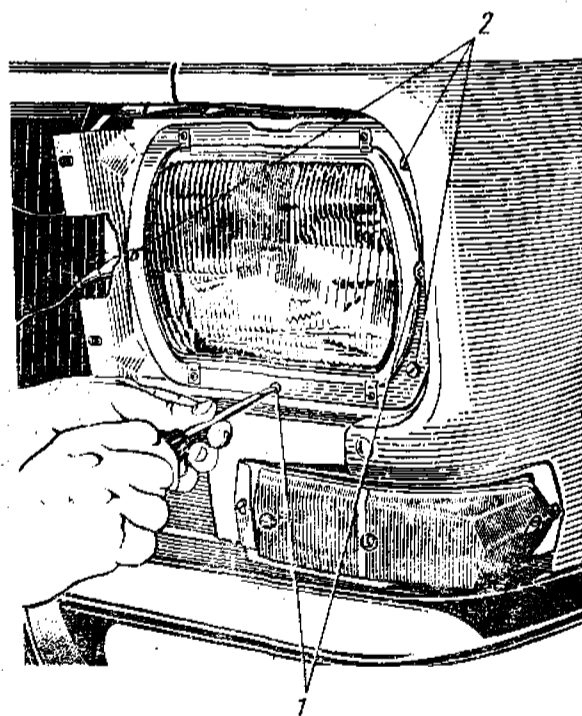
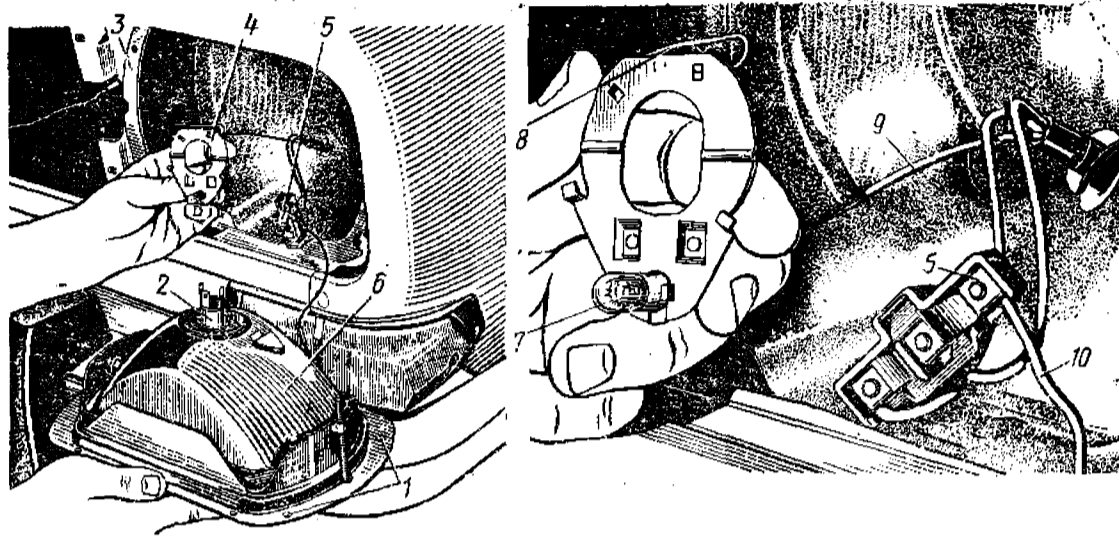

Рис. 87. Фара автомобиля:
Рис. 88. Замена ламп в фаре:
5. Отрегулируйте регулировочными винтами 1 (рис. 87) положение на экране светового пятна каждой фары.
После этого вывинтите три винта 2 (рис. 87), крепящих фару к кузову автомобиля, и выньте фару из пластикового кожуха 3 (рис. 88). Затем отсоедините колодку 5 от лампы 2 и штепсельные соединители провода 9 от лампы 7 габаритного освещения и от провода 10 соединения с массой. Выведите из-под крючка, образованного вырубкой на рефлекторе, пружину 8 держателя 4 лампы и выведите лампы держателя из отверстий в рефлекторе. Затем снимите держатель 4 с пружиной 8 и выньте лампу 2 из гнезда. Заменяя лампу, установите на место держатель и закрепите его пружиной. Соедините колодку с контактными пластинами лампы и присоедините провода к лампе габаритного освещения и к массе.